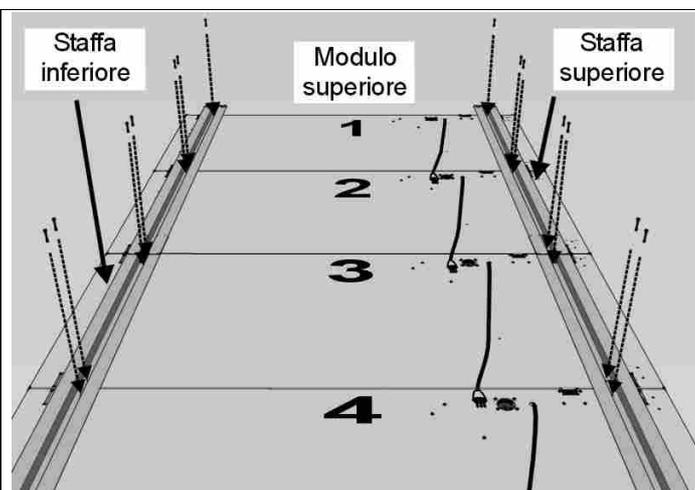

Fig. 4: Unione moduli e staffe
3. Disporre i moduli con la parte frontale rivolta verso il pavimento e secondo la numerazione riportata sul retro (Fig. 4), in modo da formare il pannello voluto (vedere i vari modelli al capitolo 1). Quindi, posizionare le due staffe sopra i moduli allineandone i fori di fissaggio, e bloccarle saldamente ai moduli usando le viti in dotazione (Fig. 4) ed un cacciavite a croce.